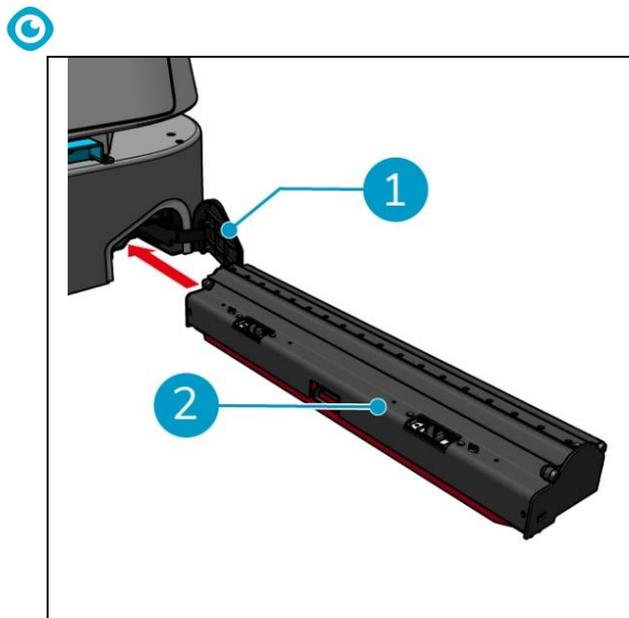

Figure 34
9. Remplacer la brosse à rouleau et le support de la raclette (Figure 34, pos. 2) dans le compartiment, le long du rail latéral supérieur.
10. Fermer le couvercle du compartiment de la brosse à rouleau et du support de la raclette (Figure 34, pos. 1).